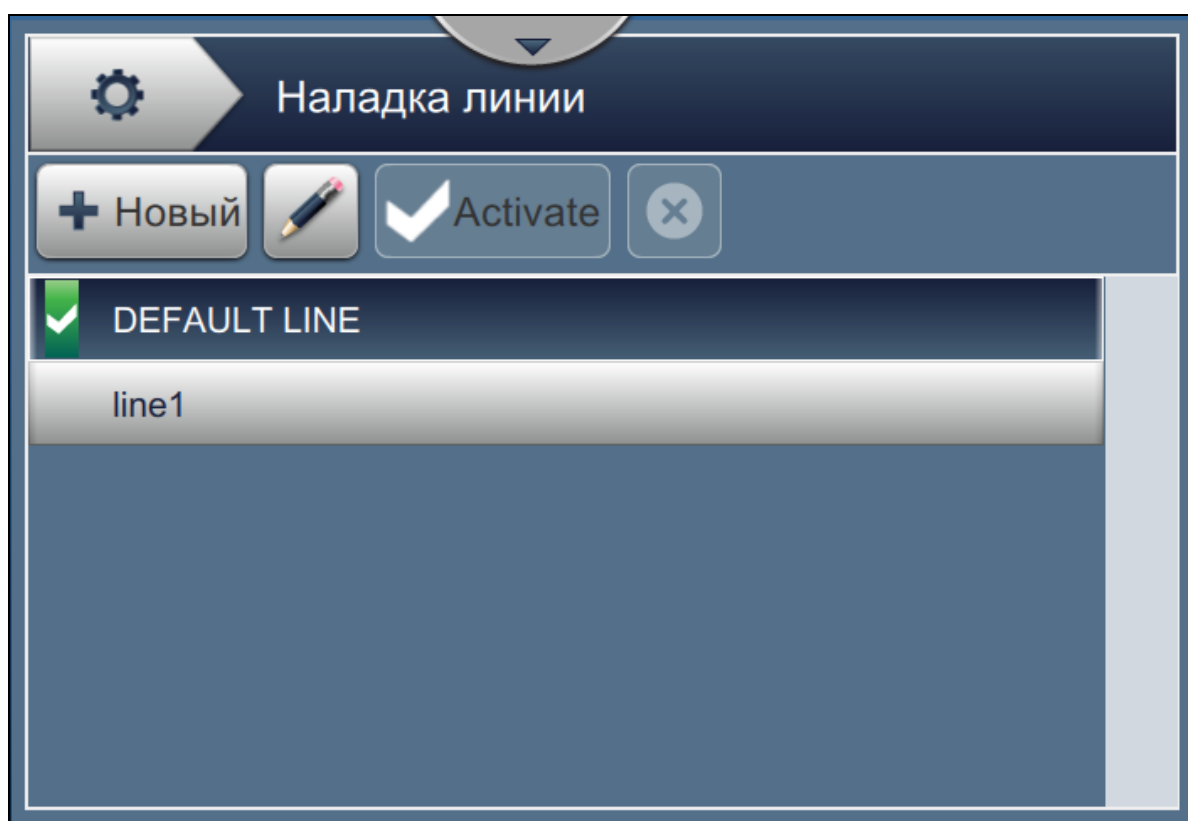

Рис. 6-26. Экран «Наладка линии»
2. Нажмите кнопку  на экране «Наладка линии», чтобы создать наладку линии, как показано на Рис. 6-26. Откроется экран «Имя наладки линии» с клавиатурой.